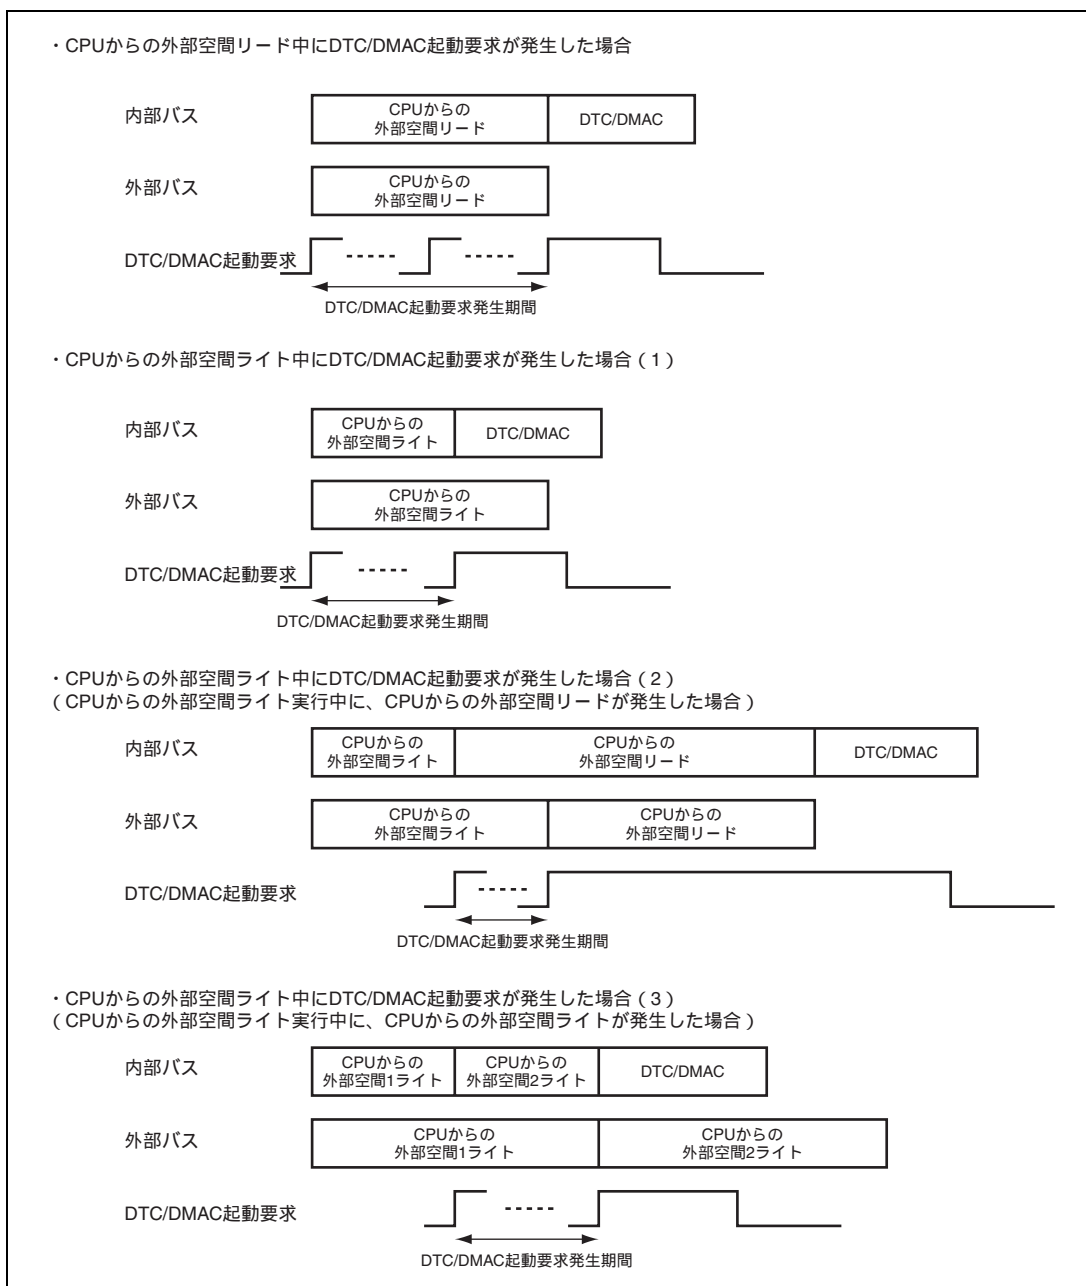

図 9.51 CPU からの外部空間アクセス中に DTC/DMAC 起動要求が発生した場合のバスアービトレーション
また、「9.5.14 (2) LSI 内部バスマスタからみたアクセス」に記述されているライトバッファの動作上、CPUからの外部空間アクセスがライトの場合とリードの場合で、CPUとDTC/DMACのアービトレーションが異なります。図9.51に、CPUからの外部空間アクセス中にDTC/DMAC起動要求が発生した場合のバスアービトレーションを示します。